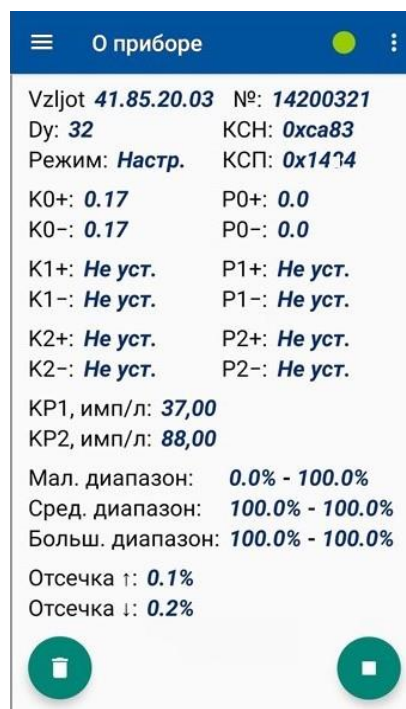

**Рис.31. Вид отредактированного значения в дочернем окне.**
- в дочернем окне правее наименования установочного параметра начнется отображение его отредактированного значения (рис.31)